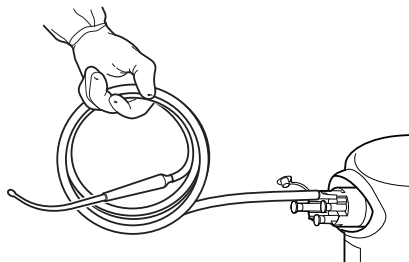
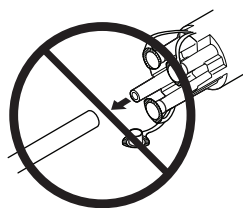

Figure 6 Rassembler la tubulure d'aspiration
Figure 7 Laisser la tubulure raccordée pour l'élimination
1. Alors que l'aspiration est active, rassembler la tubulure d'aspiration en direction du port du collecteur pour purger la tubulure des déchets liquides (Figure 6). NE retirer du collecteur AUCUNE des tubulures d'aspiration raccordées (Figure 7).